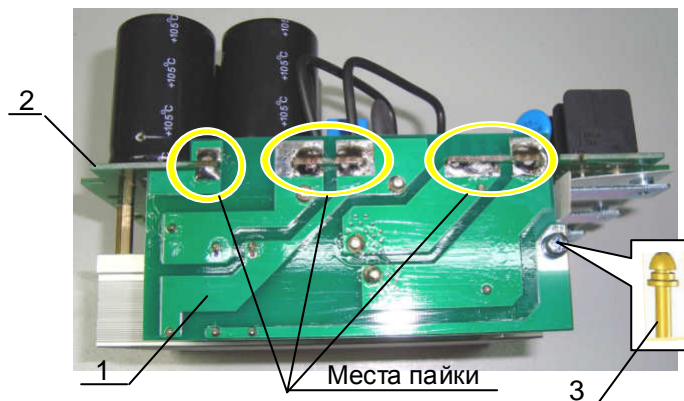

Рис. 7.10
7.3.1. Установить плату 1 ЭМИ-фильтра на плату драйверов 2 таким образом, чтобы контактные ламели платы драйверов вошли в пазы платы ЭМИ-фильтра. Закрепить плату ЭМИ-фильтра винтом 3 (рис. 7.10).
7.3.2. Произвести пайку контактных площадок. (рис. 7.10).